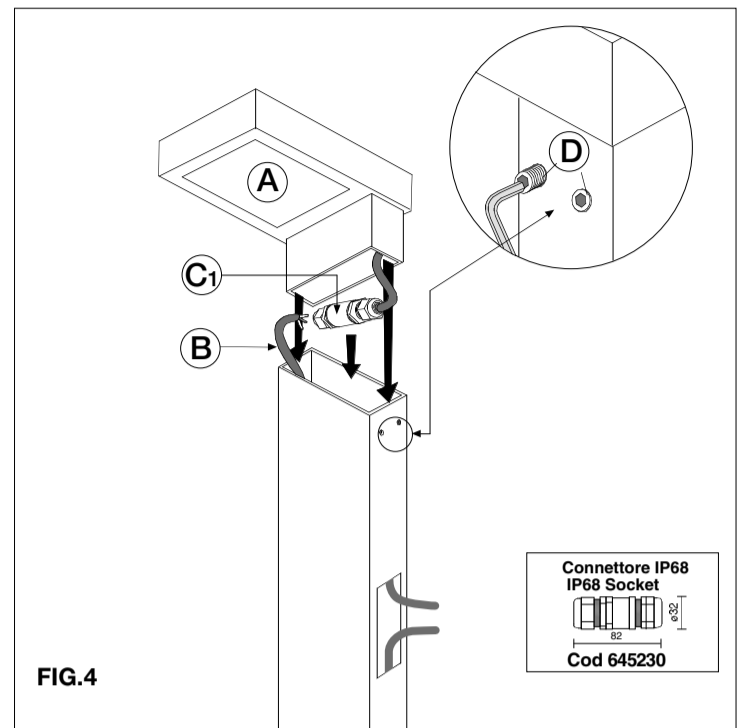

FIG.4
- Inserire il corpo A nel palo e bloccarlo con i grani D. FIG.4
- Insert body A into the pole and secure it with the grub screws D. FIG.4
- Insérer le corps A dans le poteau et le fixer avec les vis sans tête D. FIG.4
- Legen Sie den Klemmenblock in das dafür vorgesehene Fach des Mastes und schließen Sie ihn durch Anbringen der Verschlussklappe. FIG.4